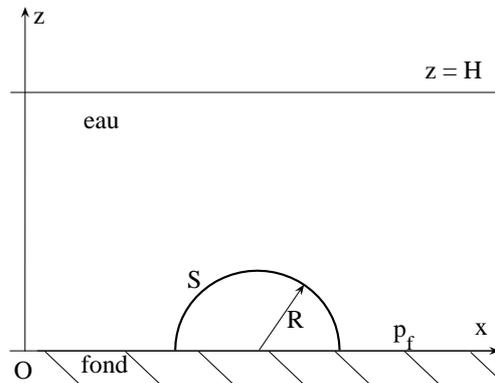

FIGURE 2.6 – Schéma du bassin.
**Exercice 14.** Le propriétaire d'un parc aquatique vous a contacté pour installer un hublot dans l'aquarium aux requins. Ce dernier doit permettre aux visiteurs d'avoir une magnifique vue depuis le fond du bassin. Le hublot peut être assimilé à une demi-sphère  $S$  de rayon  $R$  qui repose sur le fond du bassin contenant de l'eau de mer de masse volumique  $\rho$ . La surface libre est à une hauteur  $H$  par rapport au fond horizontal et la pression du fond est notée  $p_f$ . L'axe  $Oz$  est vertical ascendant et a pour origine le fond du bassin (voir figure 2.6).